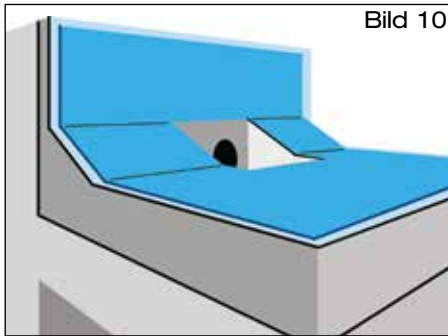

Bild 10
- 2.4 **Anschlussbahn** bauseits aus vorhandener Bitumen-Dachdichtungsbahn, Größe: ca. 700 mm x 1000 mm, zuschneiden (Bild 10). Den Klebeflansch 100 mm umlaufend mit Bitumen-Voranstrich versehen. Anschlussbahn über Ablauf legen und im Schweißverfahren mit Klebeflansch verbinden.